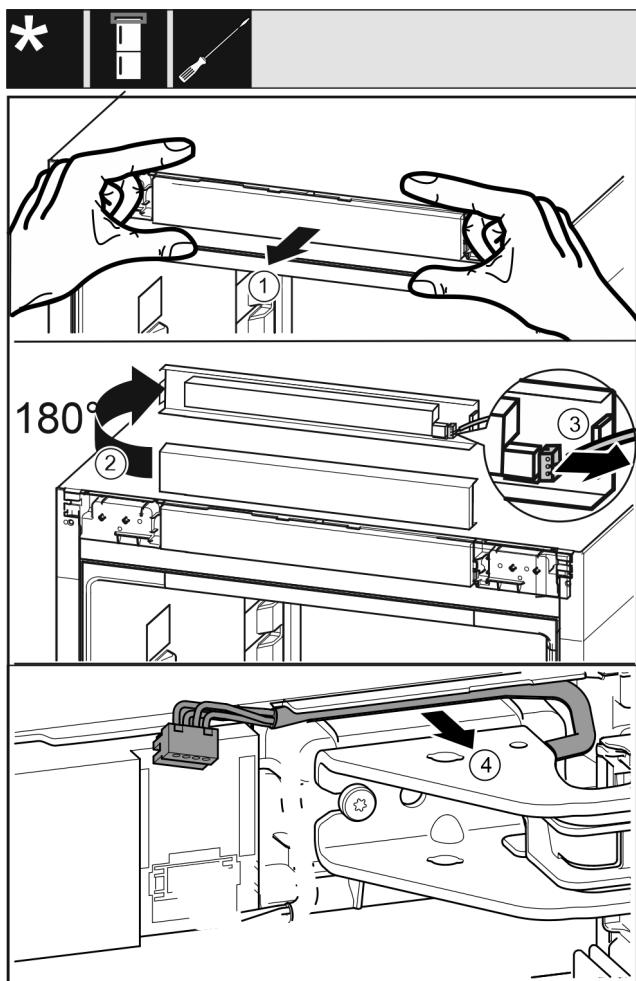

Fig. 19
- Okvir upravljalne plošče previdno ločite v smeri naprej. Fig. 19 (1)
- Okvir upravljalne plošče obrnite navzgor za 180°. Fig. 19 (2)
- Zaskočni nastavek potisnite nazaj in previdno izvlecite vtič. Fig. 19 (3)
- Kabel preko ležajnega podstavka previdno sprostite iz vodila. Fig. 19 (4)